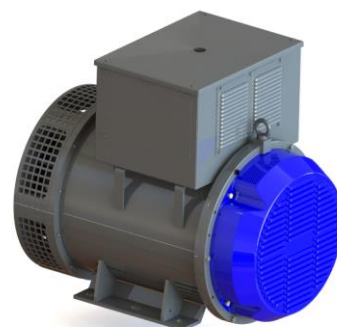
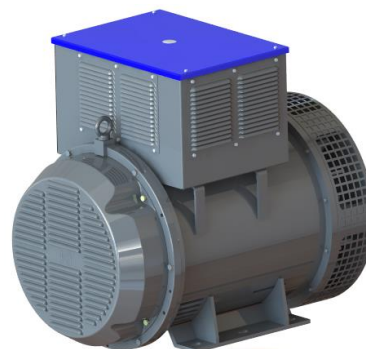

Abbildung 14.17: Erregerabdeckung
Abbildung 14.18: Klemmenblockkasten
1. Entfernen Sie die Inspektionsabdeckung des Erregermotors und den Klemmenkastendeckel gemäß Abbildung 14.17 und Abbildung 14.18.